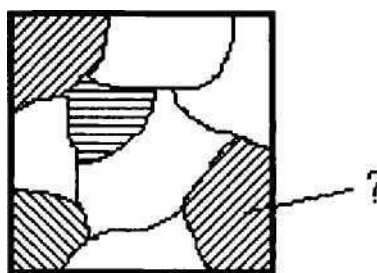

Рис. 5.2. Схема структуры
13. На рис. 5.2. представлена схема структуры доэвтектоидной стали. Как называется структурная составляющая, помеченная знаком вопроса?